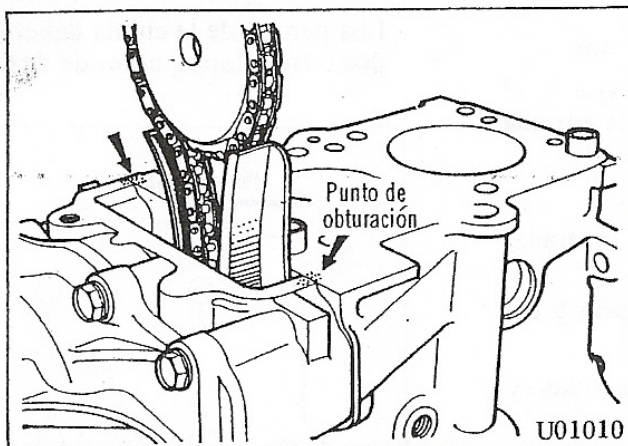

Fig. 10 Puntos de obturación
1. Luego de aplicar un obturador Super Three-Bond o Hearneseal SS60F a los puntos de obturación preestablecidos tal como aparecen en la Fig. 10, colocar la empaquetadura de culata de cilindros encima del bloque de cilindros con los pasadores de espiga en los agujeros para pasador de espiga.